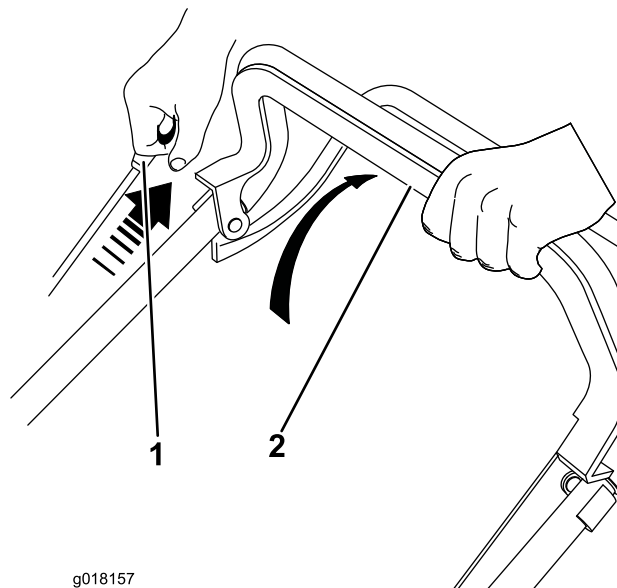

Figura 12
1. Tenete la barra di comando della lama premuta contro la stegola (Figura 12).
2. Tirate l'avvitatore autoavvolgente (Figura 12)